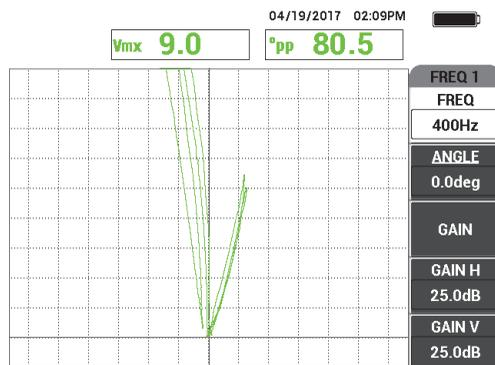

Figure 5-213 Balayage des deux rainures
2. Balayez lentement le tube jusqu'à ce que les signaux provenant des rainures DI 40 % et DE 60 % s'affichent. Lorsque les signaux des rainures apparaissent sur l'écran de l'appareil, appuyez sur la touche FREEZE () [voir la Figure 5-213 à la page 296].